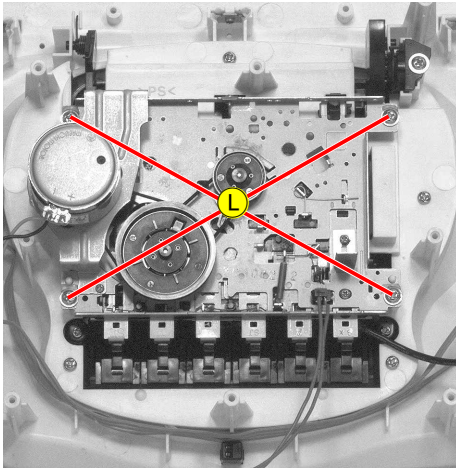

Fig. 10
- 4 Schrauben **L** (Fig. 10) herausdrehen.
- Undo 4 screws **L** (Fig. 10).